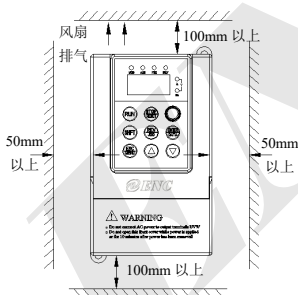

图 3-1 安装的间隔距离图
- (1) 一般情况下应立式安装, 卧式安装时会严重影响散热, 必须降额使用。
- (2) 安装间隔及距离最小要求, 如图 3-1 所示。